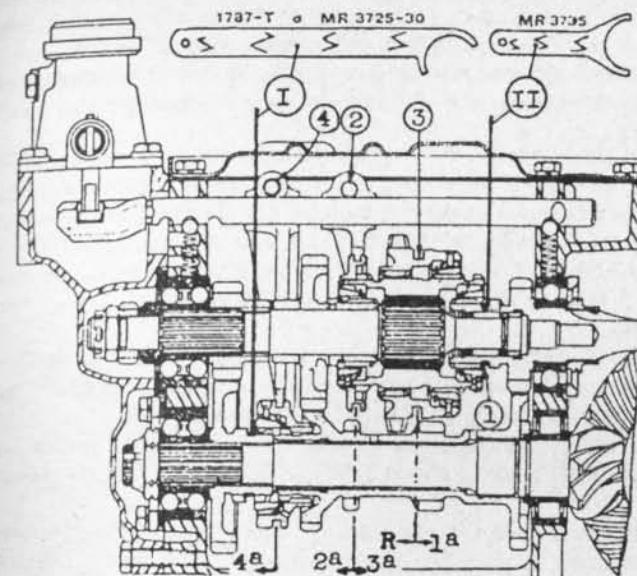

Fig. 5-8.— Regulación de horquillas de caja de cambios 2 y 3CV
**a) Regulación de horquilla de 2a-3a:** Colocar la sonda II sobre el anillo freno del sincronizador de 3a (1) (Fig. 5-8) en el eje de mando. Correr el sincronizador hasta que tome contacto con la sonda y bloquear en este momento el tornillo de fijación de la horquilla (2).
**b) Regulación de horquilla de 1a-R:** Correr el sincronizador de 1a-R (3) hasta que los dientes interiores de éste se encuentren sobre la parte rectificada del sincronizador de 2a-3a. Apretar el tornillo de fijación de esta horquilla, dejando que se vea aproximadamente 1 mm. de este sector rectificado.
**c) Regulación de horquilla de 4a:** Poner la sonda I sobre el anillo de freno del sincronizador de 4a; luego, llevar con la horquilla el sincronizador hasta que se apoye suavemente contra la sonda y bloquear el tornillo (4) de esa horquilla.